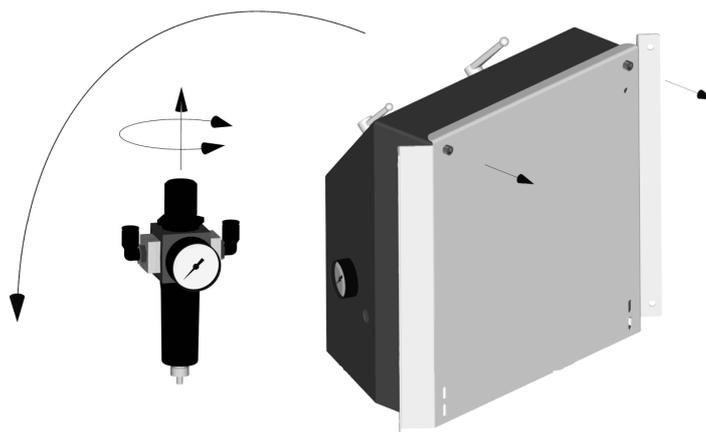

Figura 1
- Retirar los dos tornillos de hexágono interior en la pared de la carcasa y abrir esta última hacia fuera (véase figura 1).
- Tirar el botón del regulador de presión hacia arriba y ajustar la presión de servicio máxima de 6,5 bar mediante giro del botón (ver figura 1).